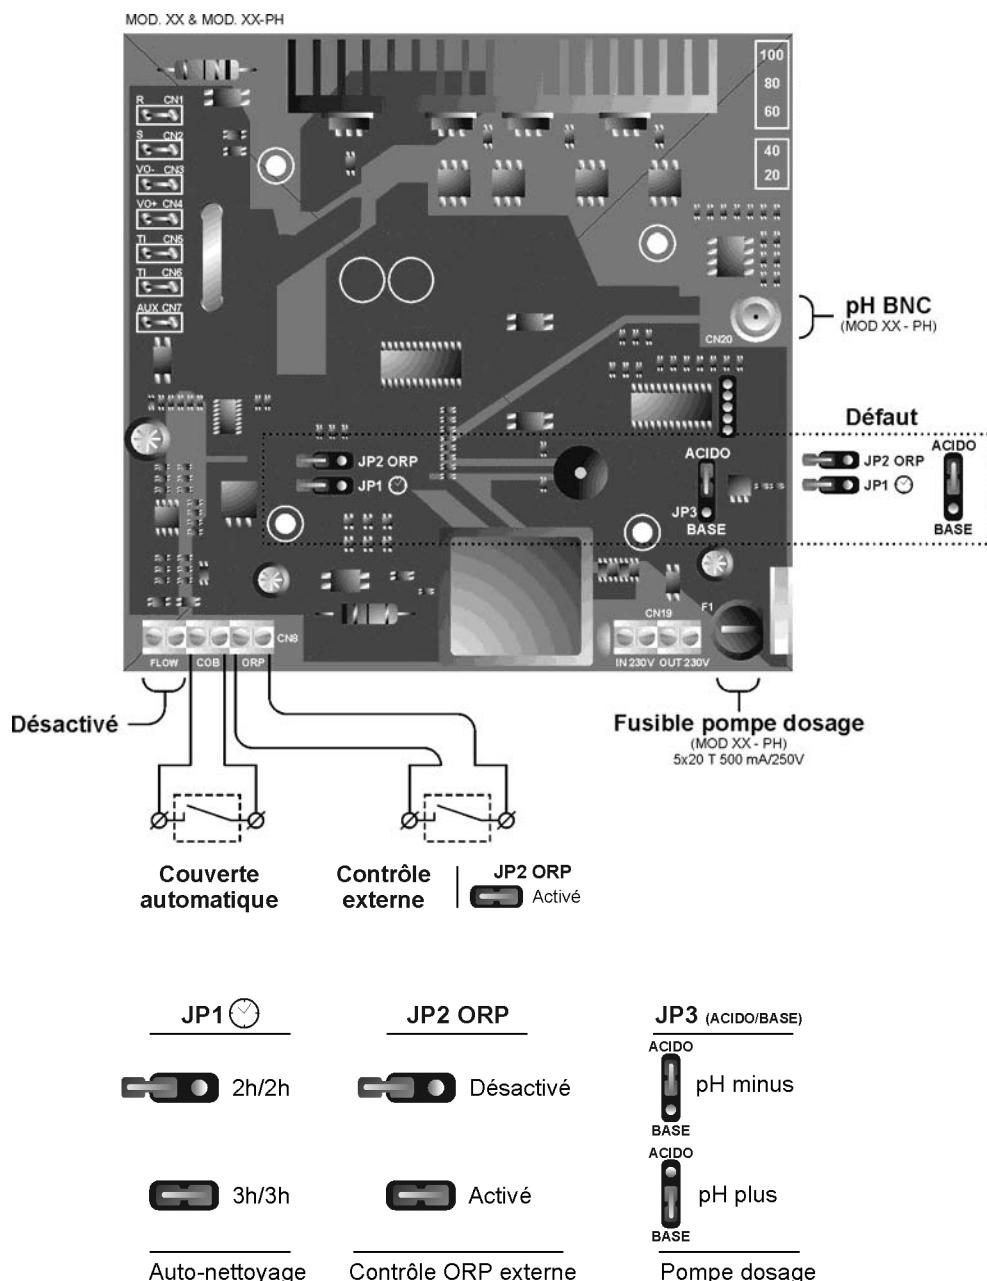

Fig. 16
- Système d'AUTONETTOYAGE DES ÉLECTRODES :** les leds [5] indiquent l'état de polarisation des électrodes (directe/inverse). La fréquence d'inversion peut être sélectionnée au moyen du jumper « JP1 » situé dans la carte de contrôle du système (Fig. 16). Cette configuration sera effective quand l'on déconnecte et reconnecte la source d'alimentation.